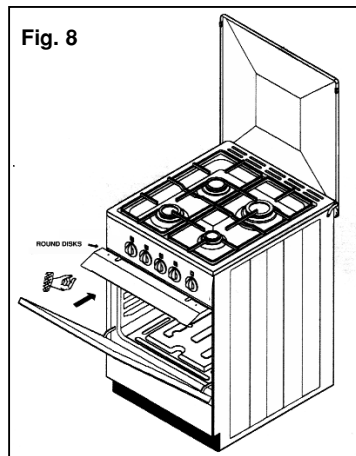

Fig. 8
**La puerta del horno debe siempre quedar entreabierta** (fig. 8).